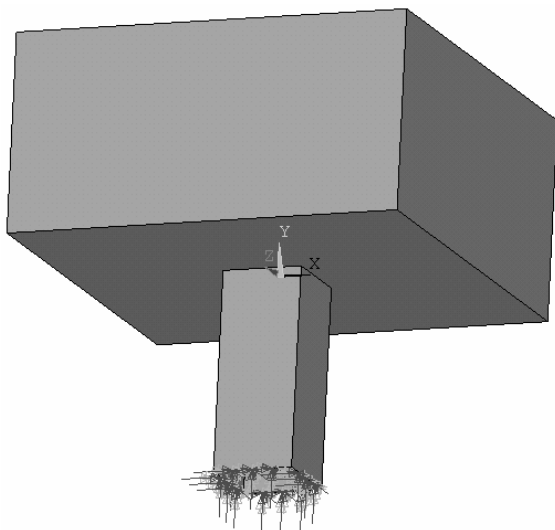

图 6-9 落锤与方管
(9) 依次选择 **Utility Menu>Plot>Areas**，图形窗口中显示出落锤与方管（见图 6-9），其中方管下端边界的自由度已被完全约束。